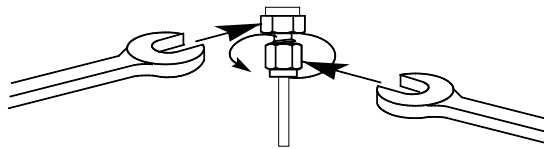

图 11 最终拧紧
- 8 对于 1/8 英寸的 Swagelok（接头套管）接头，请使用一对 7/16 英寸的扳手拧动一圈的 3/4（图 11）。对于 1/4 英寸的接头，请使用一对 9/16 英寸的扳手将它们旋转 1-1/4 圆周将其拧紧（图 11）。